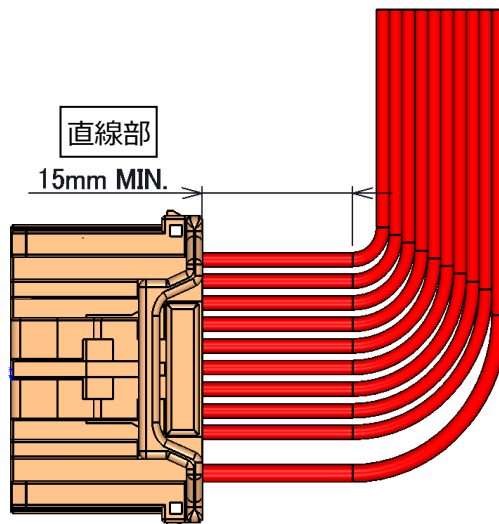

図 46.電線引き出し方法
- ①電線を横に引き出す場合は、ハウジングホールの中でメス端子が傾いたり、メス端子と側壁に過度な力が掛からない様に、図 46 に示すように直線部(最低 15mm)を設けて下さい。
- ②直線部を設け、任意の R で電線を曲げて横方向に引き出して下さい。